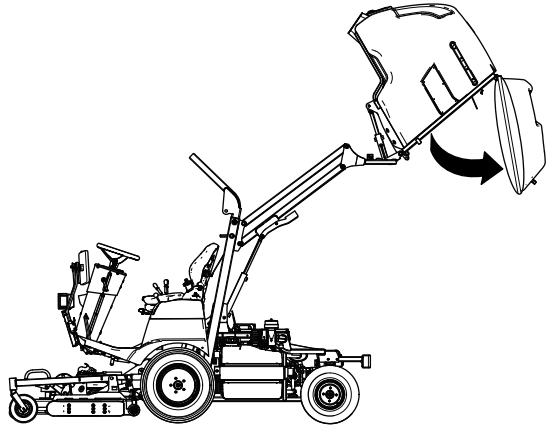

Figura 140
2. Ridicai buncărul (Figura 140) la înălțimea maximă; consultați Ridicarea buncărului \(Pagină 29\).
3. Descărcați buncărul (Figura 140) i lăsați-l în poziție de descărcare completă, cu trapa din spate lăsată în jos liber; consultați Descărcarea buncărului \(Pagină 30\).